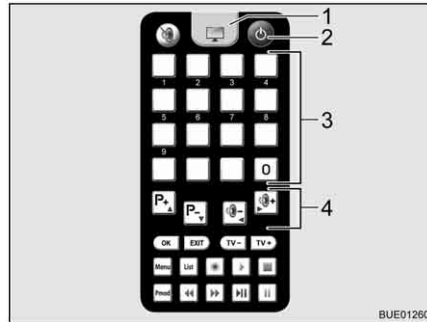

Fig. 24 Télécommande
- Appuyer sur la touche "⏻" (Fig. 24,2) de la télécommande. L'antenne satellite s'oriente à partir de la position rangée et se met en mode de recherche. Un signal acoustique retentit quand l'antenne a trouvé les satellites.
- Régler la station désirée au moyen des touches de mémoire (Fig. 24,3) ou de fonction (Fig. 24,4).